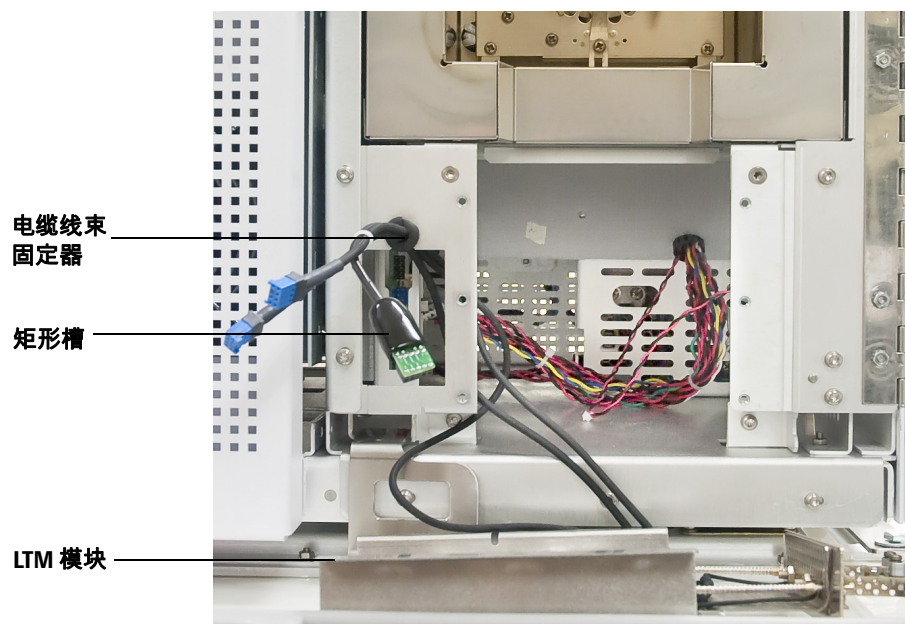

图 13 断开电缆连接
- 9 断开电缆连接时，将 LTM 色谱柱模块放在仪器前面的工作台上。请参见图 13。
13 将固定电缆线束的套管从框架上的安装点滑出，卸下色谱柱模块组件。请参见图 13。